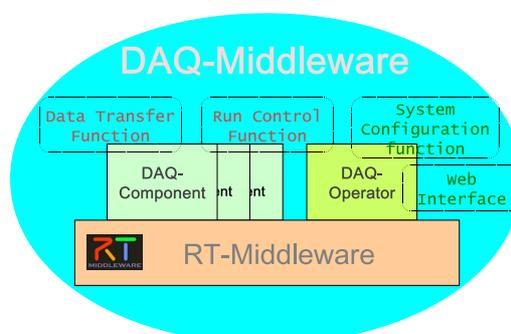

図 1: DAQ ミドルウェアと RT ミドルウェアの関係
図 1 に RT ミドルウェアと DAQ ミドルウェアの関係を示した概念図を示します。DAQ コンポーネントは前述の RT コンポーネントを拡張して設計されています。すなわち、(1) データ収集に必要なコマンドによる状態遷移の実装、(2) RT コンポーネントのサービスポートを利用したコマンド/ステータス送受信機能の実装です。また RT コンポーネントから受け継いだデータ入出力ポートにより DAQ コンポーネント間でデータ転送を行います。DAQ オペレータは、DAQ コンポーネントを制御するためのコントローラです。ユーザから「スタート」や「ストップ」というコマンドを受け、それを DAQ コンポーネントへ送信します。また、XML 文書による DAQ システムのコンフィグレーション機能、XML/HTTP プロトコルを使用したシステム・インターフェイス機能を持っています。